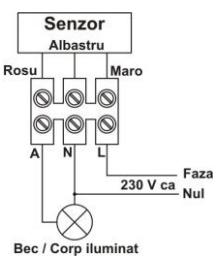

Fig. 1
- Conectati cablurile de alimentare in cele doua borne "N" si "L" (fig. 1).